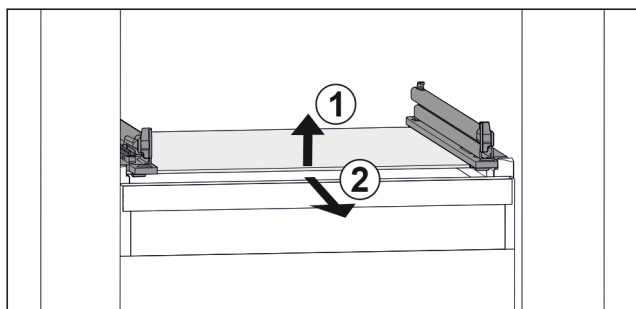

Fig. 45 Příklad znázornění skleněné desky
- ▶ Nadzvedněte skleněnou desku vpředu. Fig. 45 (1)
- ▶ Vyměňte skleněnou desku dopředu. Fig. 45 (2)